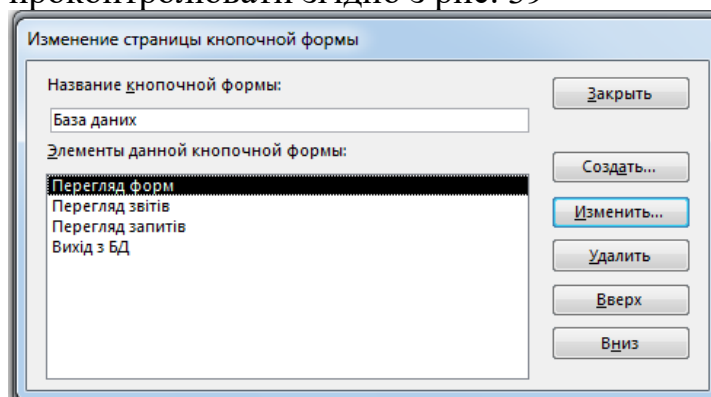

Рис. 39. Створення кнопок для переходу на підлеглі кнопкові форми
12. Для створення кнопки виходу з бази даних: у поле *Текст* уведіть текст *Вихід з БД*, а потім оберіть у полі *Команда* команду *Выйти из приложения*. Результат роботи проконтролювати згідно з рис. 39